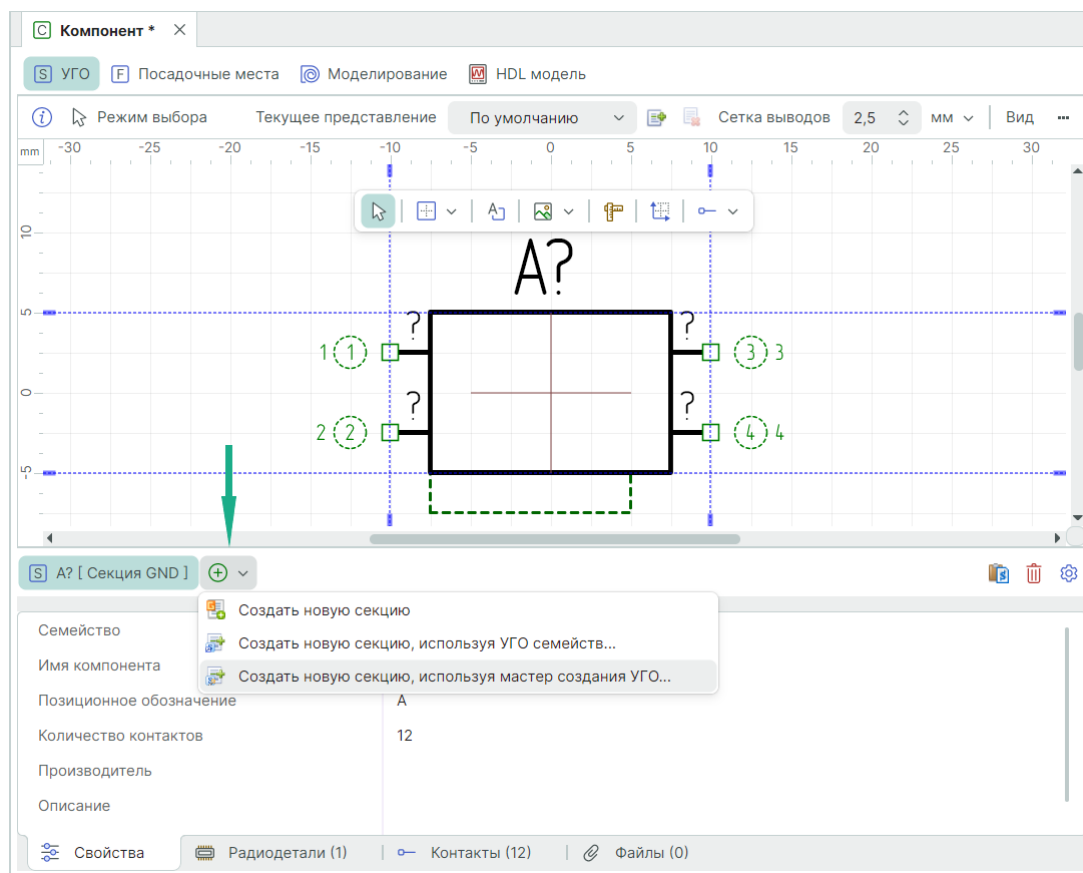

Рис. 228 Запуск мастера создания УГО
1. Нажмите иконку  создания новой секции и в открывшемся меню выберите пункт «Создать новую секцию, используя мастер создания УГО...», см. Рис. 228.